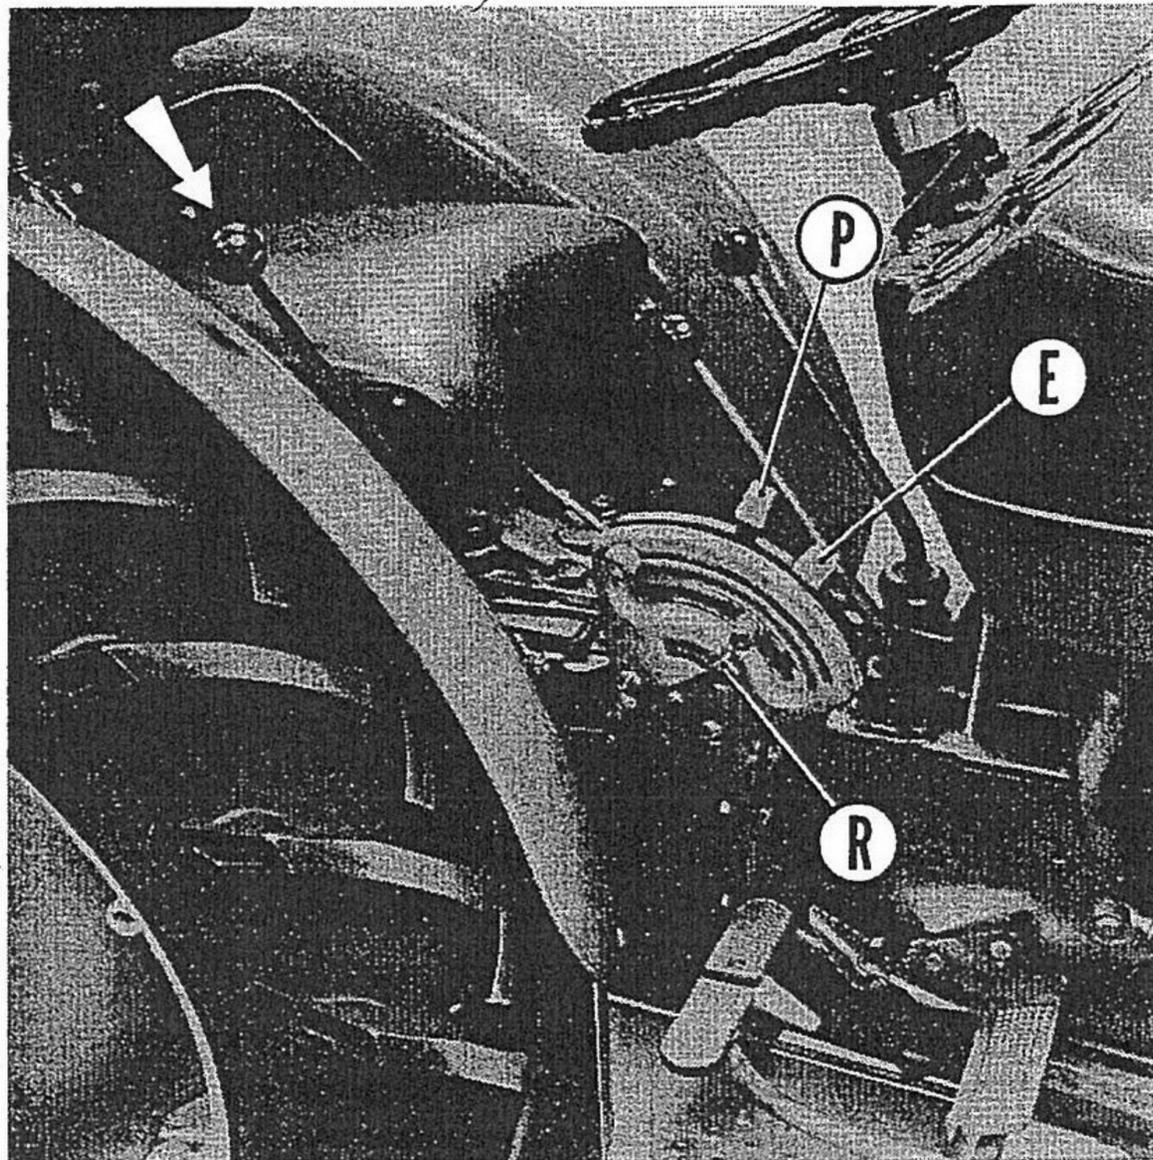

Fig. 9
Tracteur Vigneron. — Sur le tracteur Vigneron, la pédale de blocage de différentiel est remplacée par un levier commandé à la main (flèche fig. 9).
- Sans modulation de pression (tracteurs Etroit et Vigneron fig. 9).
La commande du système hydraulique s'effectue à l'aide de trois manettes désignées fig. 9 et 10 par les lettres P, E, R.